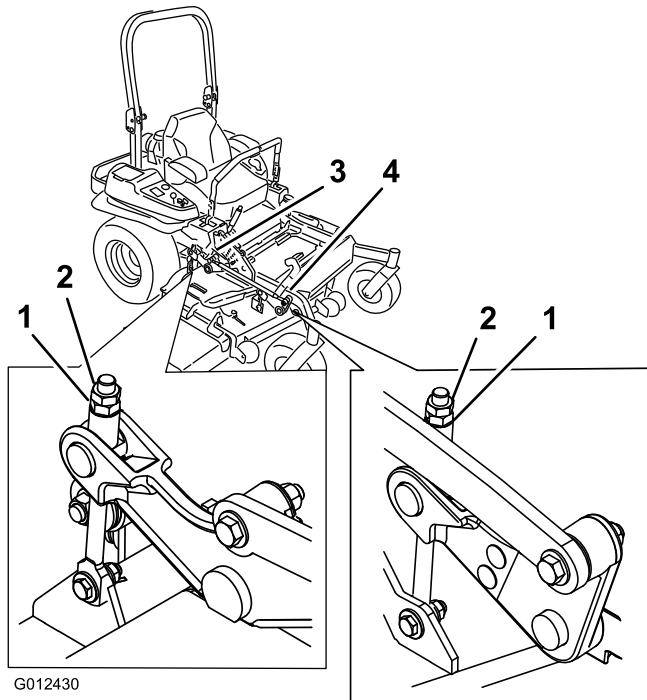

Figure 88
10. Ajustez précisément le serrage de l'écrou de réglage sur l'ensemble de relevage du tablier avant (Figure 88).
- Ajustez précisément le serrage de l'écrou de réglage sur l'ensemble de relevage du tablier avant (Figure 88).